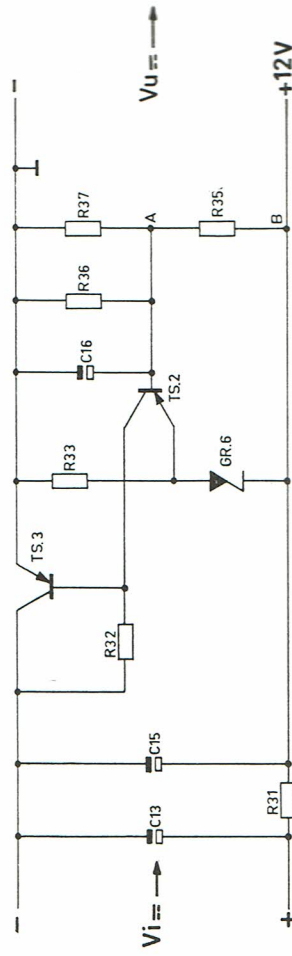

Fig. 6. Schéma de la partie alimentation
F. PARTIE ALIMENTATION (fig. 6)
L'alimentation fournit une tension continue qu'on a stabilisée électriquement et réglée à 12 V exactement en choisissant pour R37 une résistance de valeur convenable. Grâce à cette faible tension, la puissance absorbée par l'appareil est peu importante. Les tubes ECC 86 dont l'appareil est équipé, ont été conçus tout particulièrement pour des faibles tensions d'alimentation. Le circuit de stabilisation de la tension d'alimentation comprend deux transistors (TS2 et TS3) et une diode Zener GR6. Pour expliquer le fonctionnement de ce circuit, il faut partir du fait que, pour une tension secteur croissante, la tension au point A diminue par rapport au point B (fig. 6). La diode Zener GR6 maintient constante la tension de l'émetteur du transistor TS2 par rapport au point B. De ce fait, la tension entre la base et l'émetteur de TS2 diminue lorsque la tension secteur augmente; le courant de base augmente donc lui aussi.